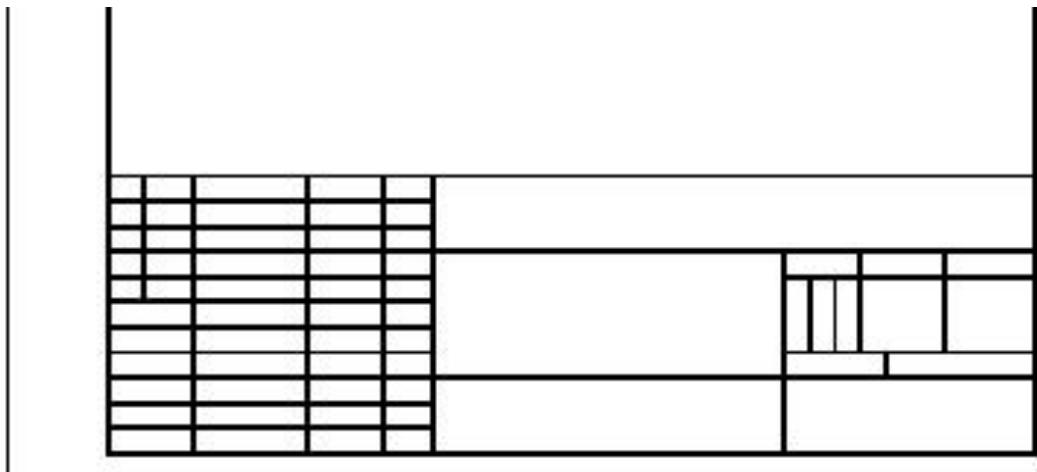

Рис. 42
4. Нарисуйте рамку для обозначения границы чертежа (рис. 42): активизируйте команду **Отступ (Offset** буква **o**), щелкните на прямоугольнике рамки, затем внутри прямоугольника. Для смещения левой стороны рамки границы чертежа вправо сначала разгруппируйте прямоугольник на отдельные линии командой **Взрыв (Explode)**  . Сместите левую границу рамки внутрь на 2, удалите исходную линию и скруглите верхний левый и нижний левый углы рамки.